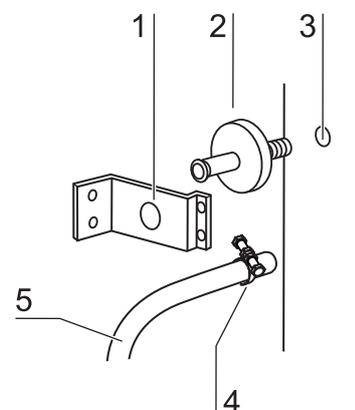

Fig. 25
2. **Fig. 25:** Loosen hose clamp [4].